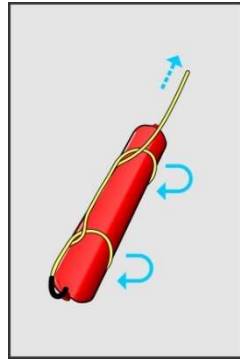

Abb. 4-7
6. Verwende zwei Schlaufen für lange Patronen (≥ 700 mm). (Abb. 4-7).